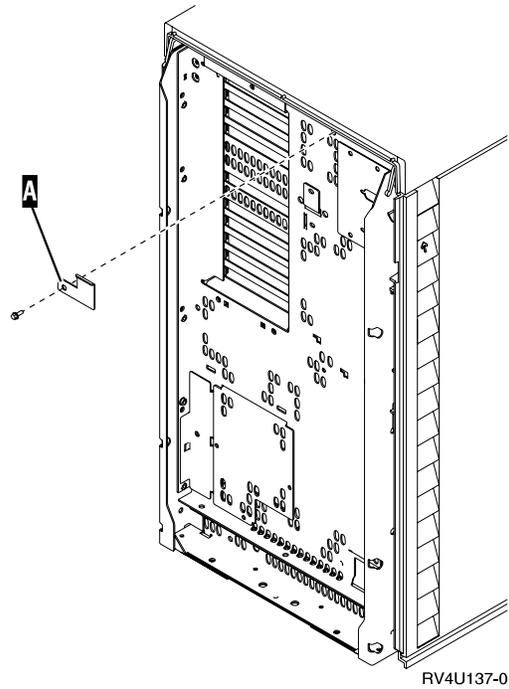

Figure 28. Retrait du verrou du panneau supérieur
- \_\_\_ 4. Retirez le panneau avant de l'unité centrale (voir figure 28 à la page 29) en procédant comme suit :